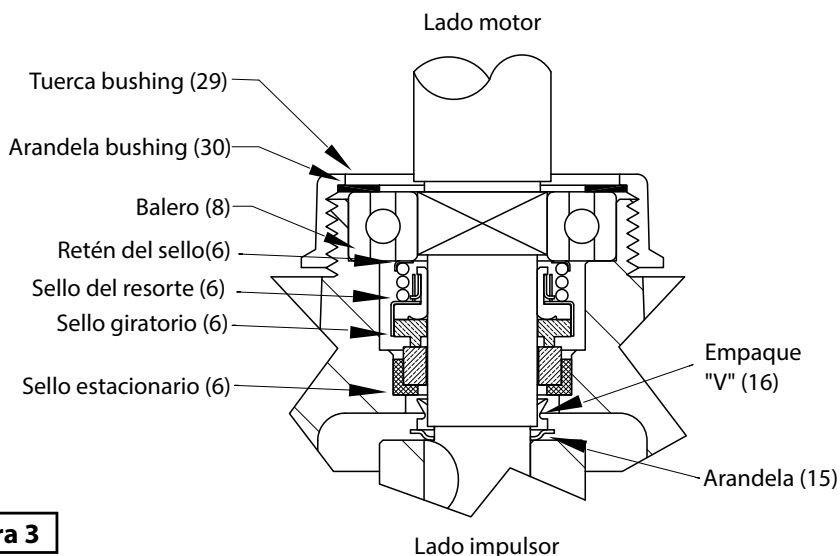

Figura 3
13. Desenrosque la tuerca bushing (29) de la placa de sello (3) y levante el rotor del motor, la flecha, balero (8), miembro rotatorio del sello (6), la arandela (30) y la tuerca bushing (29) de la placa de sello (3). Vea la figura 3.
14. Retire el conjunto de sello mecánico (6) de la flecha. Examine todas las partes del sello, si las caras del sello muestran signos de desgaste, patrón de desgaste irregular, astillas o araños, reemplace el sello entero. **No intercambie componentes del sello, reemplace todo el sello de la flecha (6).**